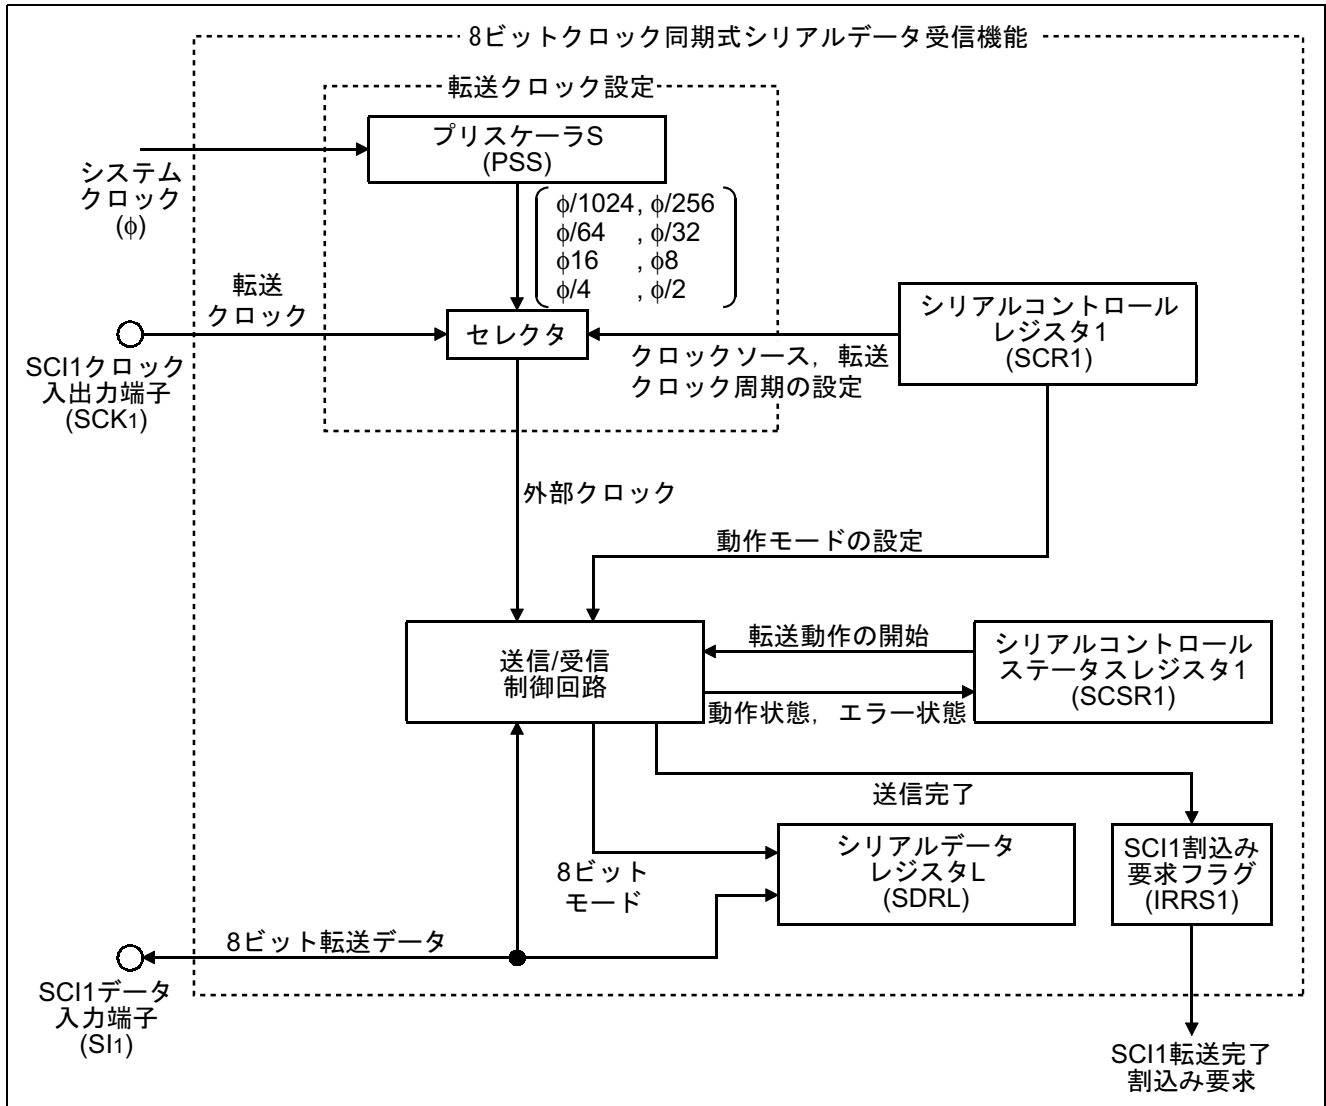

図2 クロック同期式シリアルデータ受信機能のブロック図
- (1) 本タスク例では、シリアルコミュニケーションインタフェース(SCI: Serial Communication Interface)を使用して、クロック同期式のシリアルデータの受信を行いません。図 2 にクロック同期式シリアルデータ受信のブロック図を示します。以下にクロック同期式シリアルデータ受信のブロック図について説明します。